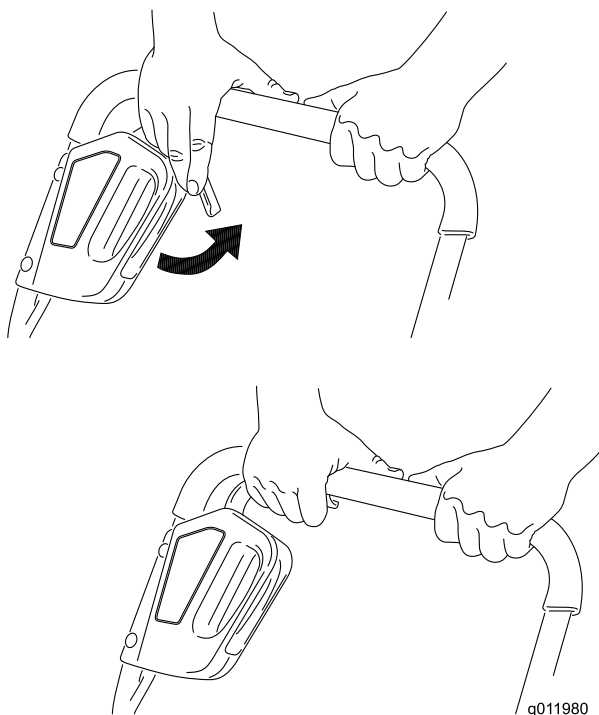

Figura 9
- Apriete la palanca de control contra el manillar (Figura 9).